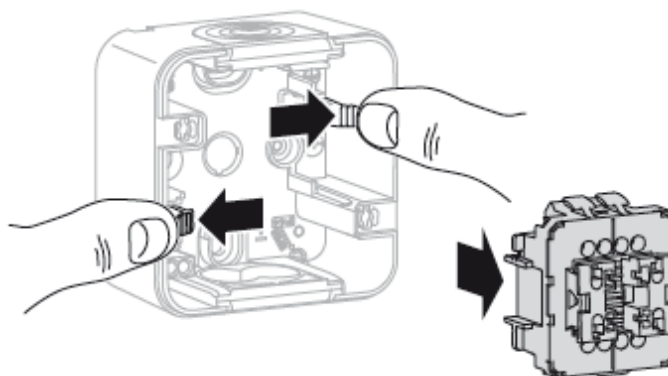

Bild 4
- Halterungen (7) seitlich nach außen drücken und den Einsatz (4) aus dem Gehäuse-Unterteil nehmen (Bild 4).